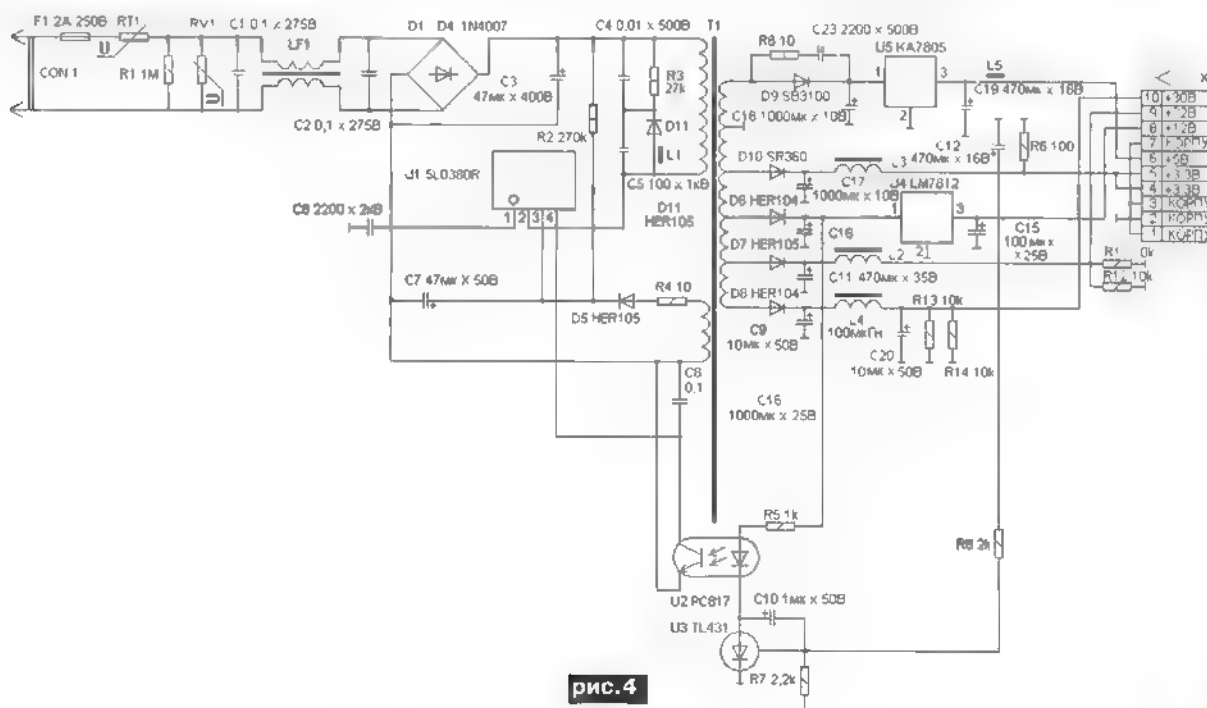

рис.4
2. **Приступают к проверке блока питания.** На его входе должно присутствовать переменное питающее напряжение 220 В. На выходе должны быть следующие напряжения: 3,3, 5 В (питание цифровой части), 12 В (питание аналоговой части), 22, 30 В (питание внешнего конвертера, ВЧ модулятора и тюнера - селектора каналов). Схема блока питания показана на рис.4.